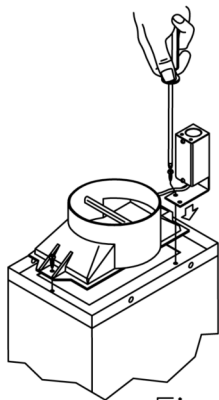

Fig.1
- Conectar la pieza cónica de salida, suministrada con la campana (diámetro 6") a un producto de evacuación conectado directamente con el exterior. (Fig.1)
- Atomillar la caja de conexiones según Fig. 1 con los dos tornillos de 1/8" x 11/16" que se suministran en la bolsa de accesorios.
- Extiende tres cables, dos de alimentación y uno de tierra, desde la caja de empalmes de la campana hasta una caja de empalmes próxima al lugar de instalación. Ver Fig. 1 Ref A